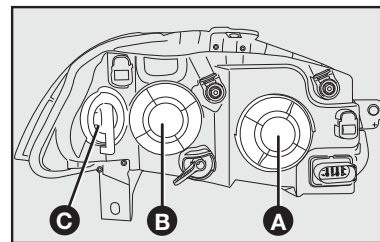
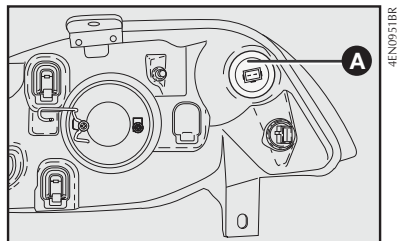

fig. 34
fig. 36
- 1) girar la tapa **A-fig. 34** (para sustituir la lámpara de luz baja) o la tapa **B-fig. 34** (para sustituir la lámpara de luz alta) en sentido antihorario y quitarla;
6) recolocar la tapa **A-fig. 36** o **B-fig. 34**, girándola en sentido horario.
- 2) retirar el portalámparas **A-fig. 36** girando en sentido antihorario;
- 1) girar la tapa **C-fig. 34** en sentido antihorario y quitarla;
- 3) sustituir la lámpara y recolocar la tapa **C-fig. 34**, girándola en sentido antihorario.
- 1) girar la tapa **B-fig. 34** en sentido antihorario y quitarla;
- 5) recolocar la tapa **B-fig. 34**, girándola en sentido antihorario.